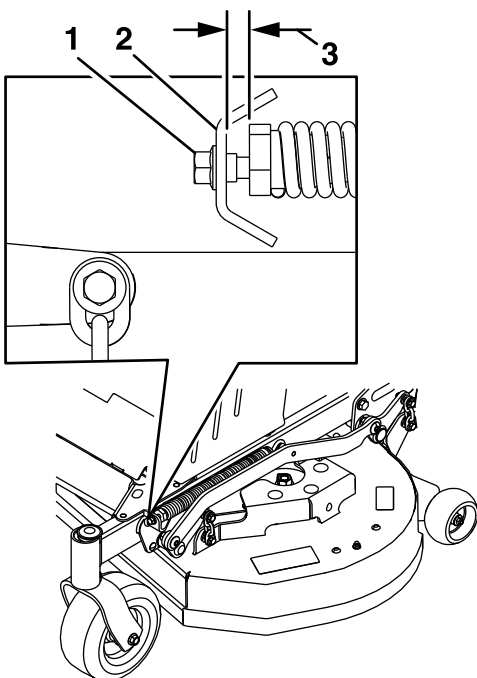

Figure 32
10. Desserrez lentement la vis de réglage sur le ressort d'aide au levage jusqu'à ce que vous puissiez l'enlever (Figure 32). Conservez la vis pour la repose.